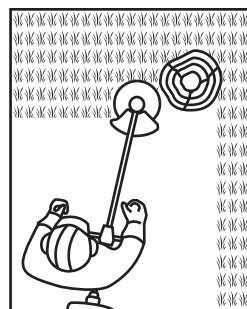

Fig. 26
3. Faites particulièrement attention lorsque vous utilisez l'appareil à proximité d'arbres et de buissons. La tête de coupe pourrait endommager les écorces sensibles et les poteaux de clôture (Fig. 26).